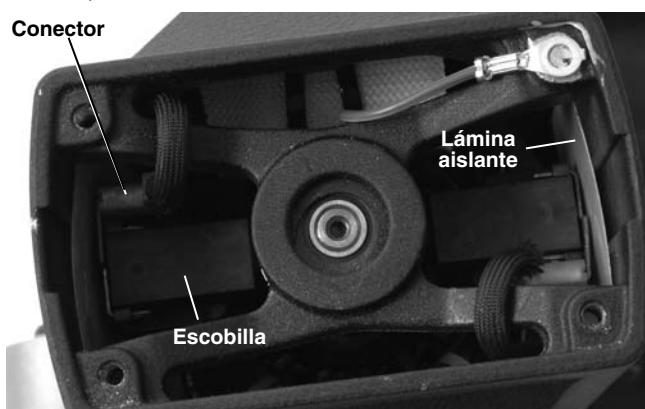

Figura 12 – Reemplazo de las escobillas del motor; la tapa se ha extraído
2. Con un alicate, jale las escobillas del motor rectamente hacia fuera. Desacople el conector (Figura 12).